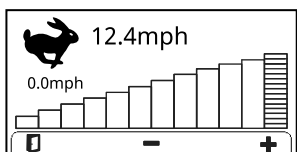

Figure 28
- **Écran de réglage de vitesse de déplacement (Figure 28)** : appuyez sur le bouton pour accéder à cet écran et réglez la vitesse maximale pendant que l'unité de coupe est à la position MARCHE (indiquée par l'icône) ou à la position TRANSPORT (indiquée par l'icône).